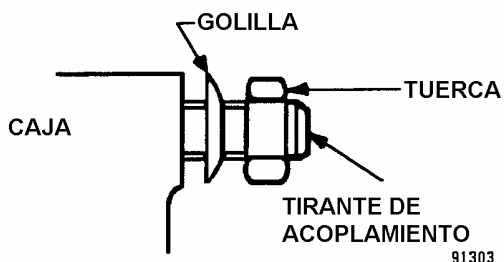

FIGURA 8-3. MONTAJE DEL TIRANTE DE
4. Monte los cuatro tirantes de acoplamiento con la golilla cóncava entre la tuerca y la caja (Figura 8-3).